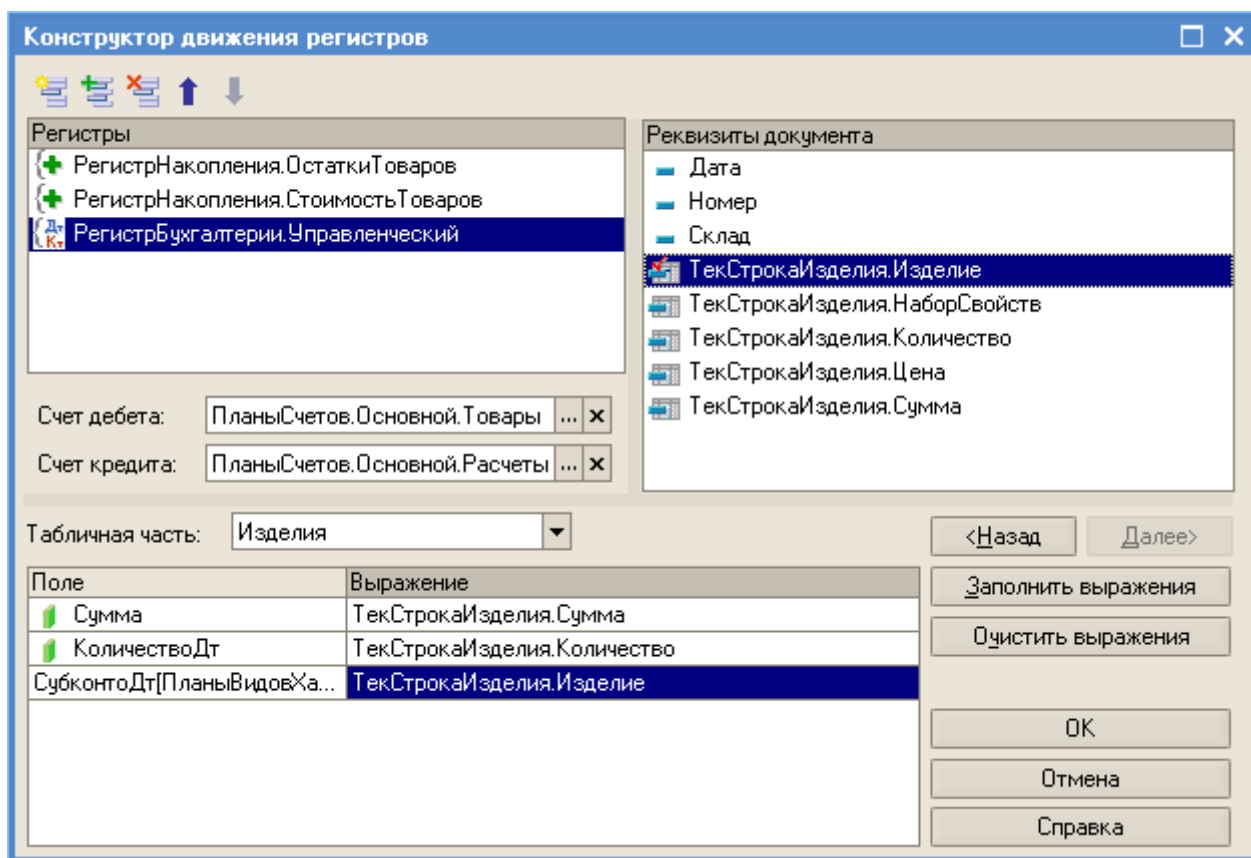

Рис. 168
- в список регистров добавьте *Регистр Бухгалтерии. Управленческий*, в качестве источника данных выберите табличную часть документа *Приходная Накладная – Товары*, Счет дебета установите равным *Планы Счетов. Основной. Товары (41)*, а счет кредита – *Планы Счетов. Основной. Расчеты С поставщиками (60)*;
- нажмите кнопку *Заполнить выражения*, результат должен получиться как на рис. 168;